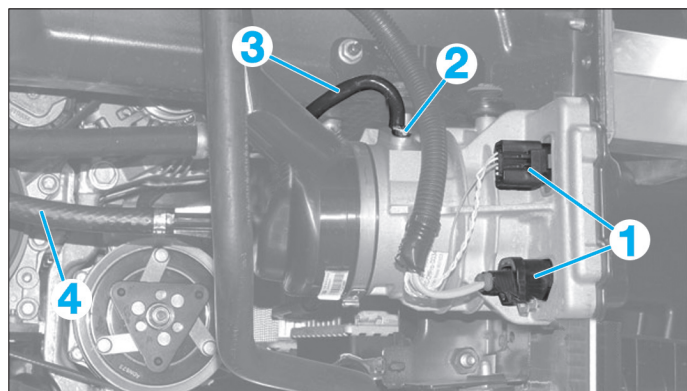

Fig. 18
- Débrancher les connecteurs (1) et (2) (Fig.18).
- Déposer la vis (2).
- le tuyau (3),
- la durit (4).